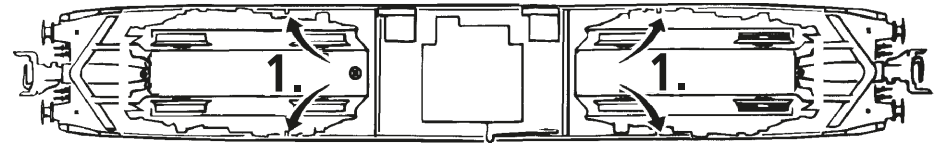

Fig. 4
1. Reinigung der Radstromkontakte: Radstromkontakte können auf unsauberen Schienen leicht verschmutzen. Entfernen Sie **vorsichtig** mit einem kleinen Pinsel **den Schmutz** an den in Fig. 4 gekennzeichneten Stellen. Dazu zuerst den Getriebedeckel abnehmen (Fig. 4).
3. Haftreifenwechsel: Zuerst den Getriebedeckel abnehmen (Fig. 4). Danach den **Radsatz** herausnehmen und die **Haftreifen** mit einer Nadel od. mit einem feinen Schraubendreher abziehen (Fig. 6). Beim Aufziehen der neuen Haftreifen darauf achten, dass diese sich nicht verdrehen.
1. Cleaning of wheel contacts: Wheel contacts easily get dirty on tracks which are not entirely clean. Use a small brush to **remove dirt** from spots marked in fig. 4. Prior to cleaning the contacts dismantle the bogie (Fig. 4).
3. Change of traction tyre: Remove the gear cover (Fig. 4). Take out **wheel set** and remove **traction tyre** using a pin or a fine screwdriver (Fig. 6). When pressing on the new traction tyre please **avoid twisting it**.